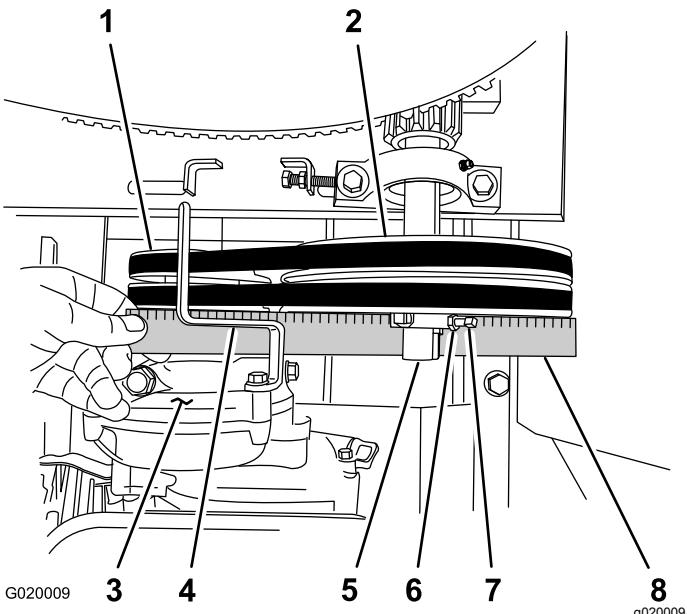

Figura 69
- D. Coloque una regla sobre la polea del motor y la polea tensora (Figura 69).
- E. Si es necesario, gire el motor sobre la chapa del motor hasta que la polea del motor y la polea tensora estén alineadas con la regla (Figura 69).